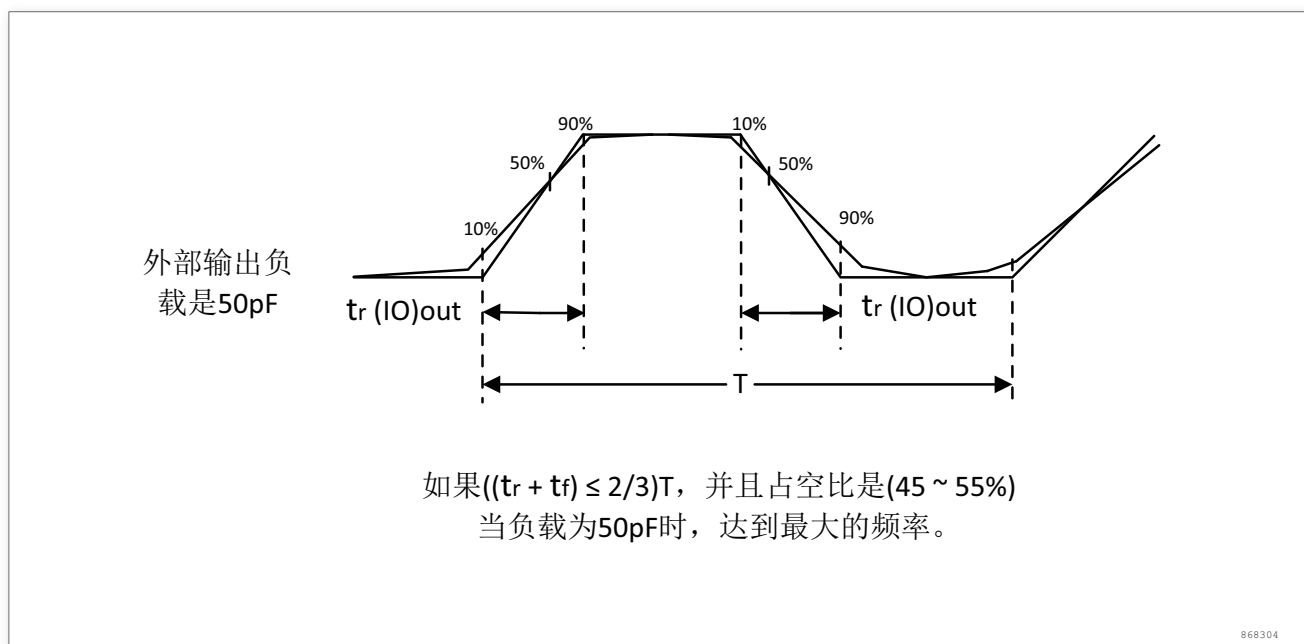

图 11. 输入输出交流特性定义
输入输出交流特性的定义和数值分别在图 11 和表 30 给出。
2. 最大频率在图 11 中定义。